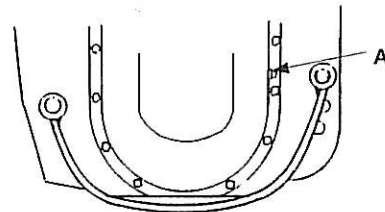

Fig.3
2. Il Coperchio laterale sia riempito fino al livello (A);(fig.3) Capacità 1.1 con olio SAE 90